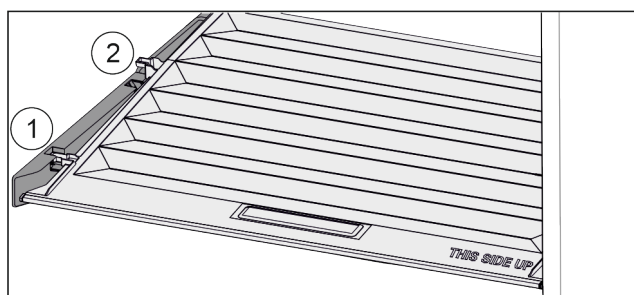

Fig. 35
- ▶ Vytáhněte víko dopředu až k otvoru v přídržných dílech Fig. 35 (1).
- ▶ Vzadu zespolu nadzvedněte a vyjměte směrem nahoru Fig. 35 (2).